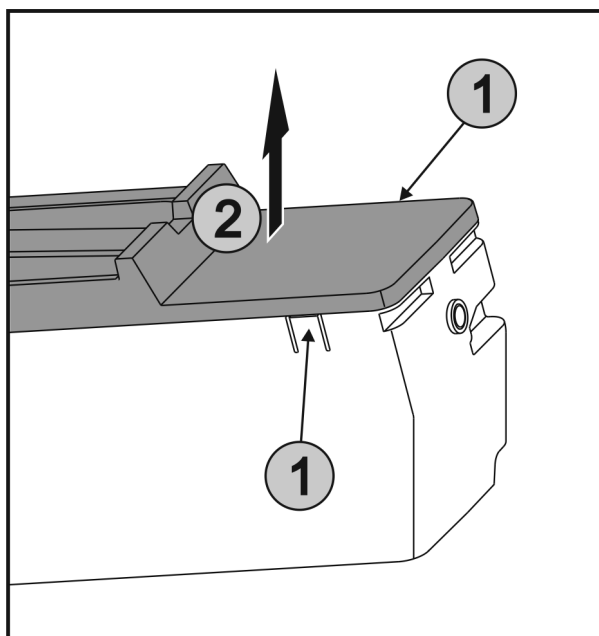

Fig. 64
- ▶ Appuyer simultanément sur les languettes Fig. 64 (1) des deux côtés de l'EasyTwist-Ice et retirer le couvercle Fig. 64 (2) vers le haut.